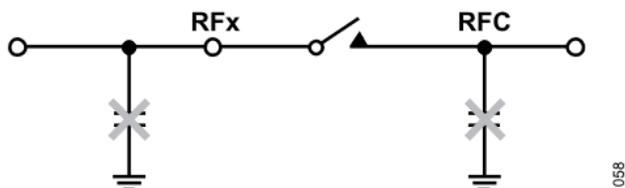

図 64. 大きなコンデンサを直接スイッチに接続することは避ける
- ▶ 容量性の終端を直接スイッチに接続することは避けてください (図64参照)。シャント・コンデンサに電荷が保存されると、スイッチのオープン時またはクローズ時にホット・スイッチング・イベントが発生し、スイッチの寿命に影響を与えることがあります。